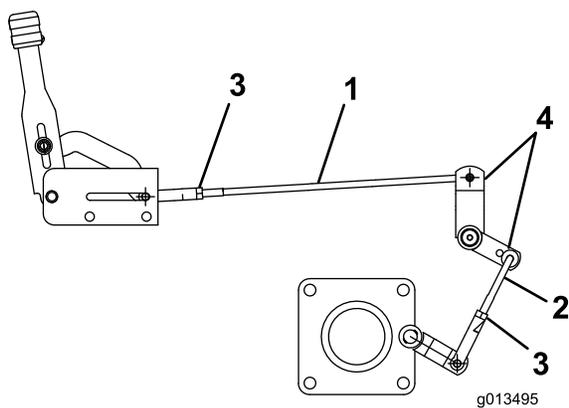

Figure 26
2. Desserrez les écrous de blocage sur la tige d'actionneur (Figure 26). Retirez la goupille fendue qui retient la tige d'actionneur. Tournez la tige d'actionneur pour l'allonger ou la raccourcir. Montez la tige d'actionneur avec une goupille fendue neuve et fixez-la avec l'écrou de blocage.